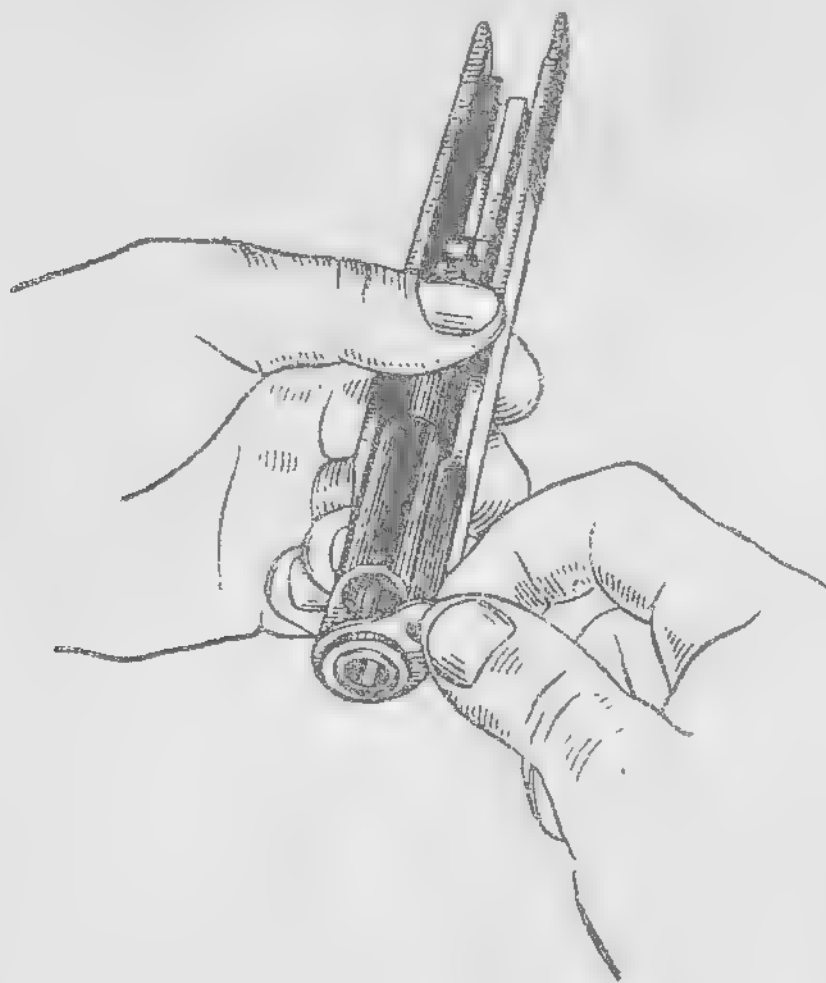

Рис. 78. Как вынуть направляющую втулку.
5) **вынуть направляющую втулку:** повернув ее на  $180^\circ$ , вынуть из кожуха затвора вперед (рис. 78);